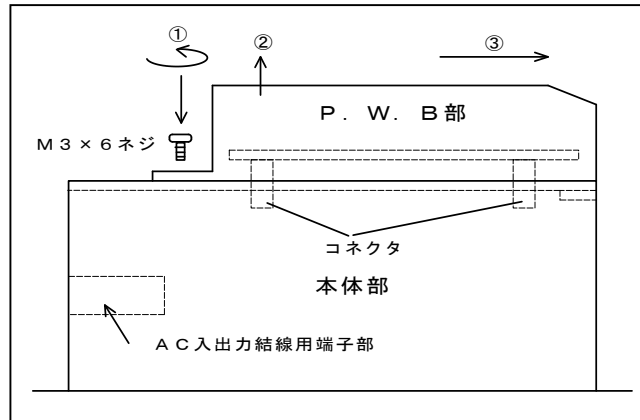

図1 取り外し手順参考図
1. ①のネジ（2本）を外します。
2. ②のようにP.W. B部手前を少し上げ③方向に押しってください。（図1参照）本体部とP.W. B部が分離されます。